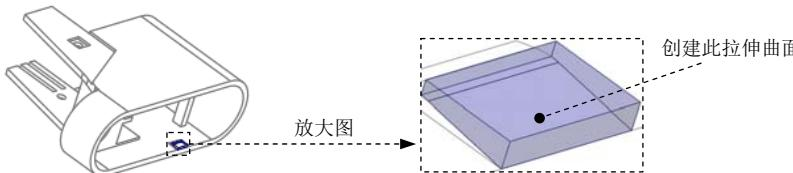

图 19.12 创建拉伸曲面
Step4. 通过拉伸的方法创建图 19.12 所示的曲面。
(1) 单击 **编辑模具体积块** 操控板 **形状** ▾ 区域中的 拉伸 按钮, 此时系统弹出“拉伸”操控板。